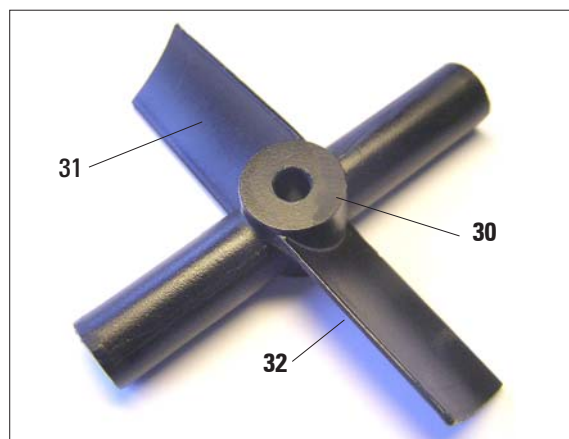

Fig. 7
- Disimballare l'agitatore magnetico (30, fig. 7) e inserirlo nella storta.